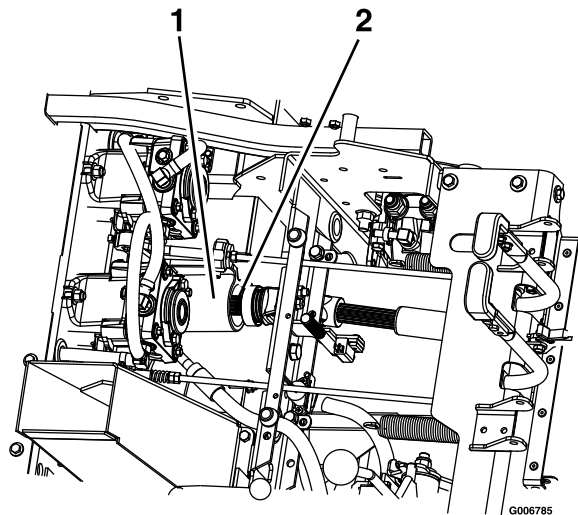

Figure 69
8. Soulevez le siège et séparez l'arbre d'entraînement de l'arbre intermédiaire avec l'accouplement rapide (Figure 69).
3. Soulevez le siège et montez l'arbre d'entraînement sur l'arbre intermédiaire (Figure 69)